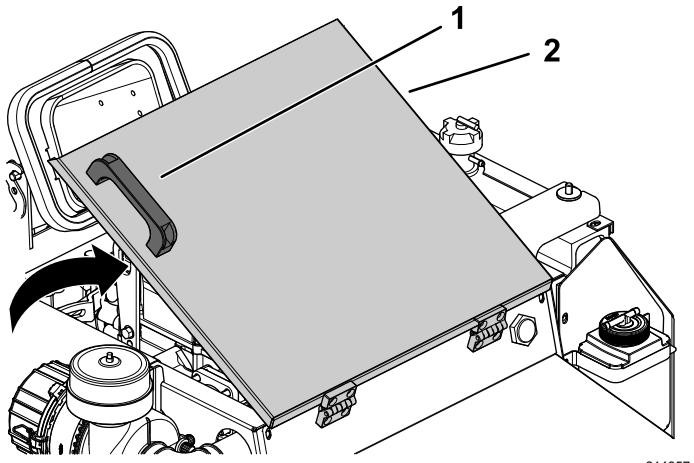

図 57
2. エンジンアクセスカバーについている取っ手でカバーを持ち上げると、エンジンにアクセスできるようになる 図 57。